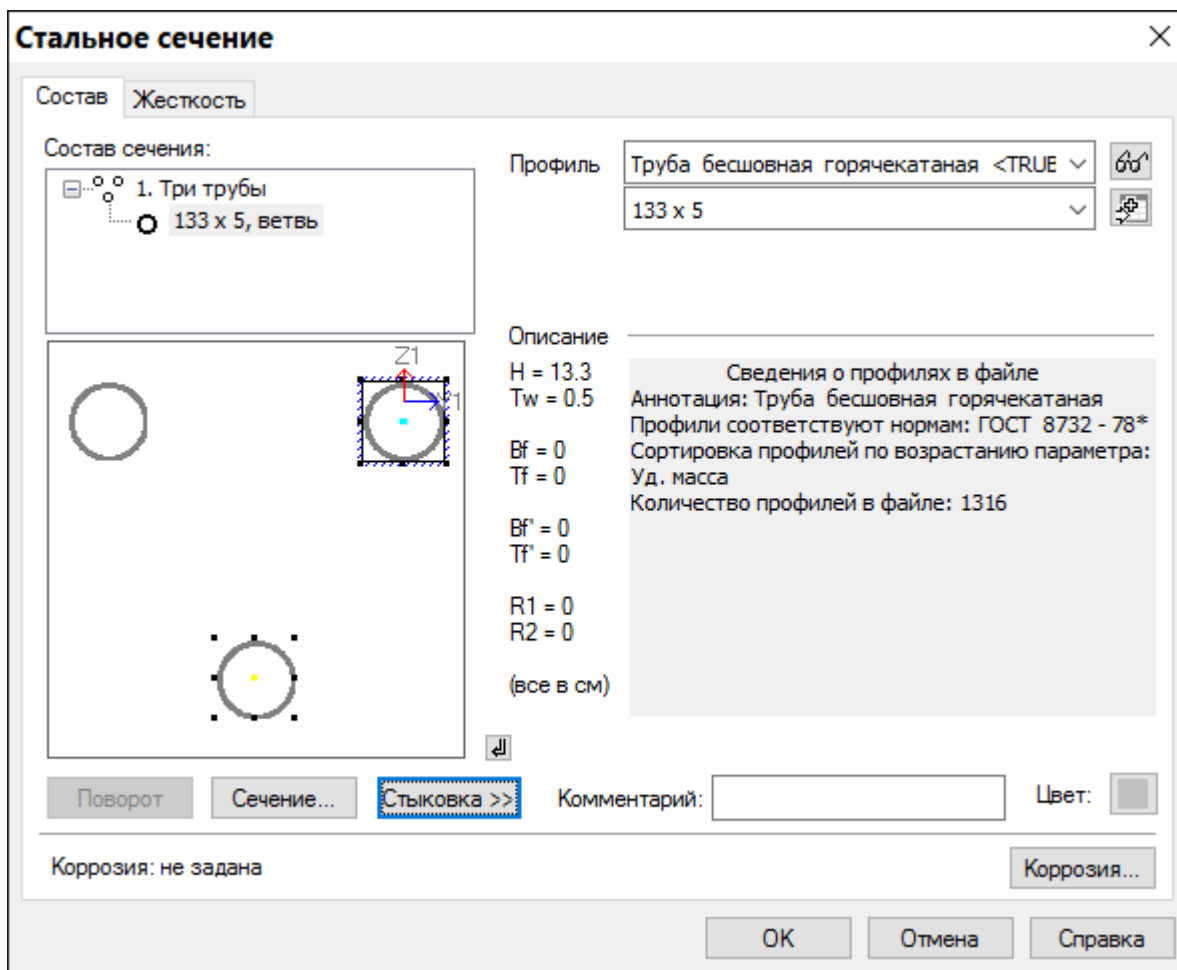

Рис.8.10. Диалоговое окно **Стальное сечение**
- В диалоговом окне **Стальное сечение** выделите курсором строку **ветвь** и задайте параметры сечения ветви (рис.8.10):